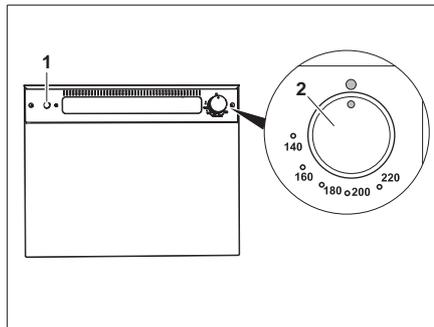

Bild 235 Gasbackofen (Thetford)
- Den Drehregler (Bild 235,2) leicht drücken und nach links auf eine beliebige Position drehen.
- Zündschalter (Bild 235,1) so oft drücken, bis die Flamme brennt.
- Den Drehregler (Bild 235,2) auf "0" drehen. Die Flamme erlischt.